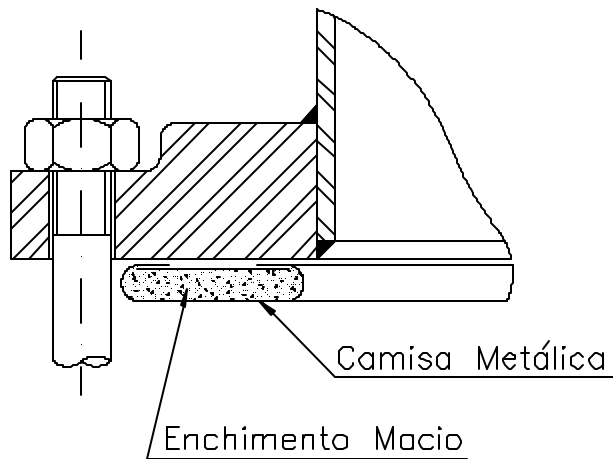
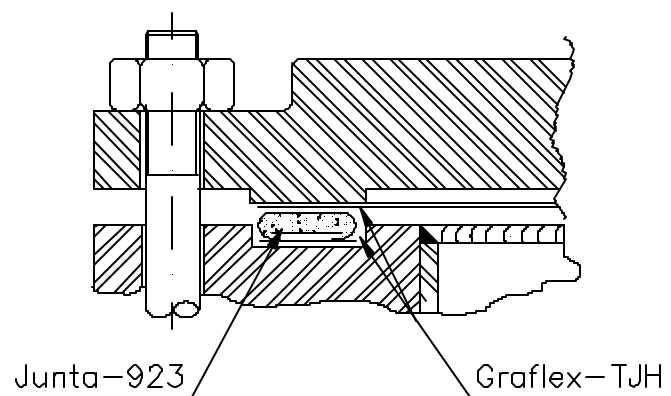

Figura 2
Figura 3
- Tipos 923 (Figura 2) e, de preferência 927 (Figura 3): para indústria química, petroquímica e demais indicações da norma TEMA.